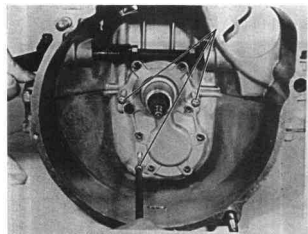

图 10-14
(2) 拆卸下轴承保持架上的螺栓并取下轴承保持架 (图 10-14)。